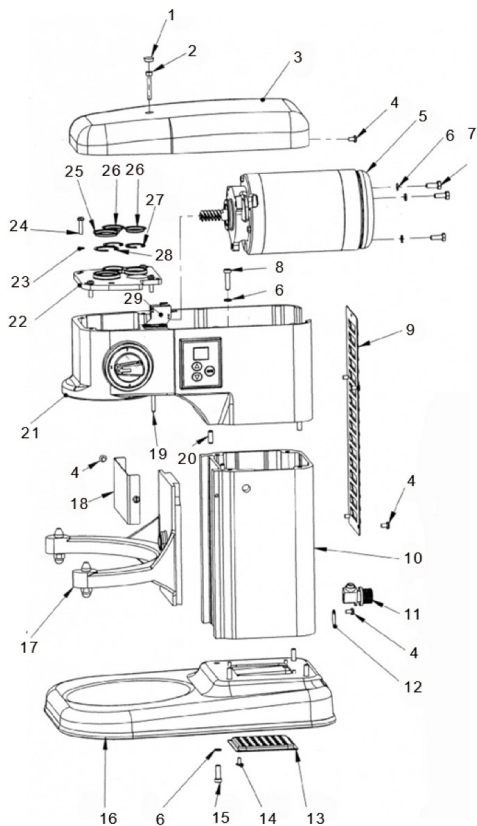

Abb. 1 Hauptaufbau des Gerätes
- Hauptaufbau des Gerätes (Abb. 1);
## Verzeichnis der Teile des Gerätes, die sich in der Abb. 1 befinden